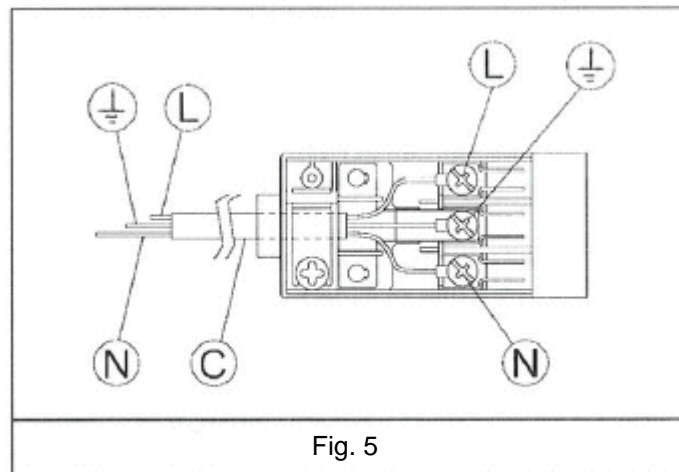

Fig. 5
- b. Installez les câbles comme indiqué sur la Fig. 5, où :